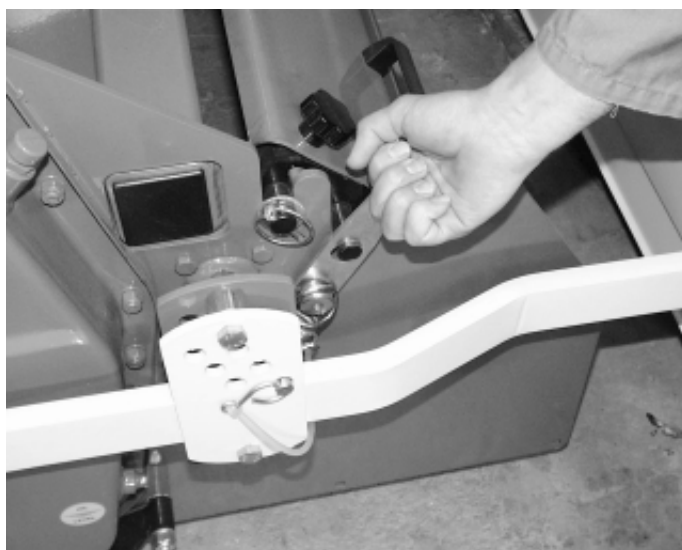

fig. 43
- Hvis rotoren ikke kan drejes rundt, fjernes udjævningskappen ved at løsne fastspændingsanordningen på højre og venstre side af kappen (fig. 43).